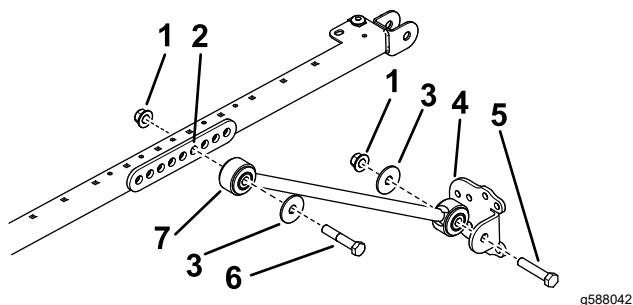

Figura 48
5. Em cada lado da estrutura do toldo, monte sem apertar uma articulação da extensão no quarto furo da montagem da cinta usando dois parafusos ($\frac{1}{2}$ x $2\frac{3}{4}$ pol.) e duas porcas flangeadas ($\frac{1}{2}$ pol.), como se mostra na Figura 48.
6. Instale sem apertar completamente um suporte de cinta em cada cinta usando um parafuso ($\frac{1}{2}$ pol. x $2\frac{1}{2}$ pol.), anilha ($\frac{1}{2}$ pol.) e uma porca flangeada ($\frac{1}{2}$ pol.), como se mostra na Figura 48.